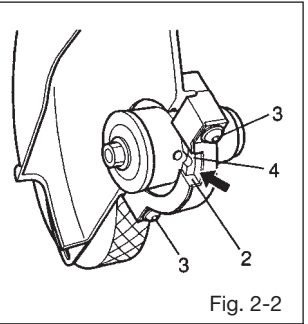

Fig. 2-2
- 1) Install blade guard (1) on gearcase (4) temporarily by clamping with guard brackets (2) and screws (3). Then tighten as needed.
- 2) Line up the slot of guard bracket (2) with the same of gearcase (4), then tighten screws (3) securely. (Fig.2-2)
- 1) Bringen Sie den Messerschutz (1) temporär mit den Haltebügeln (2) und den Schrauben (3) am Getriebekasten (4) an. Ziehen Sie die Schrauben (3) leicht an.
- 2) Richten Sie den Schlitz der Haltebügel (2) auf die entsprechenden Stellen am Getriebekasten (4) aus und ziehen Sie die Schrauben (3) fest. (Fig. 2-2)